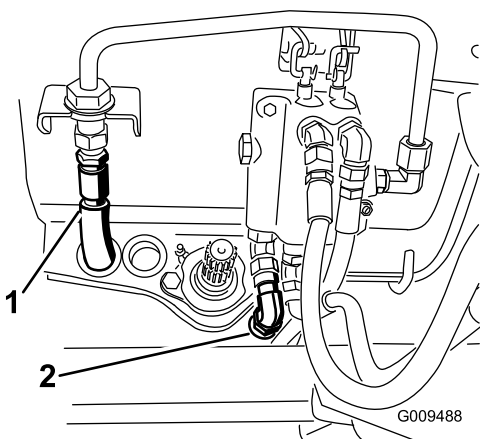

Figure 27
14. Branchez le flexible de pression hydraulique au conduit rigide du distributeur et le flexible de réservoir au distributeur (Figure 27). Conservez les bouchons de flexibles en prévision du passage au châssis d'été.